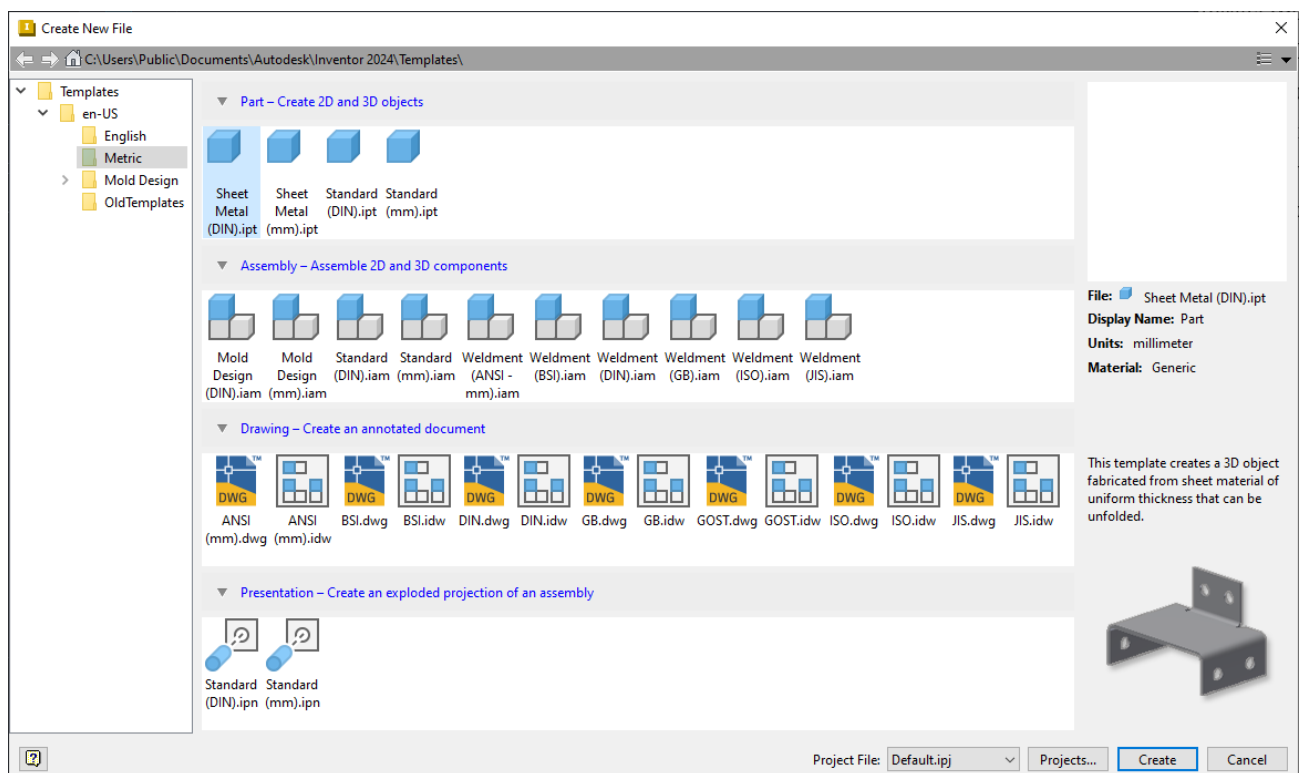

Рисунок 34 Відкриється вікно із шаблонами стандартів
2. Відкриється вікно із шаблонами стандартів (Рис.34), яке поділено на 3 частини: